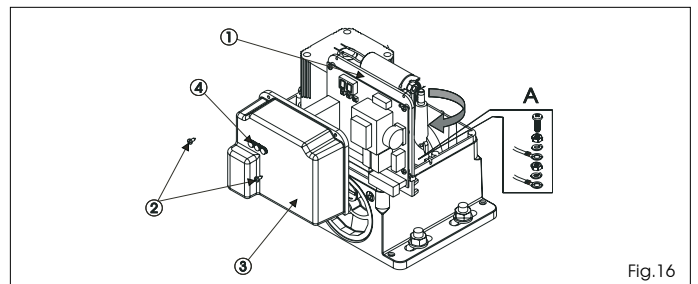

Fig. 16
Conecte el cable de puesta a tierra como se indica en la Fig. 16 ref. A
En los motorreductores el equipo electrónico de mando está fijado a un soporte orientable (Fig. 16 ref. 1) con tapa transparente (Fig. 16 ref. 3). En la tapa se han posicionado los pulsadores de programación de la tarjeta (Fig. 16 ref. 4), esto permite programar la tarjeta sin tener que quitar la tapa.